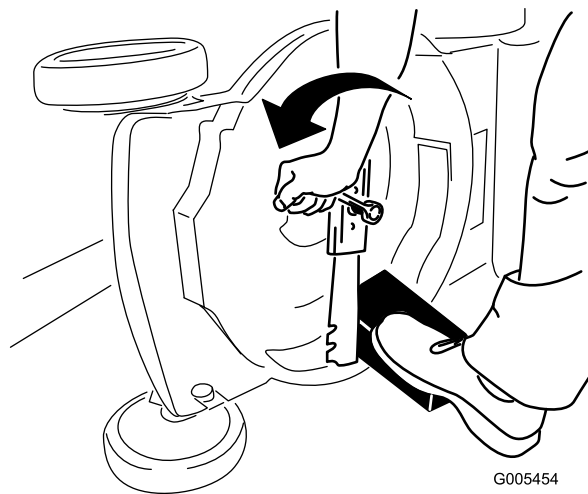

Figura 30
3. Usate un blocco di legno per tenere ferma la lama (Figura 30).